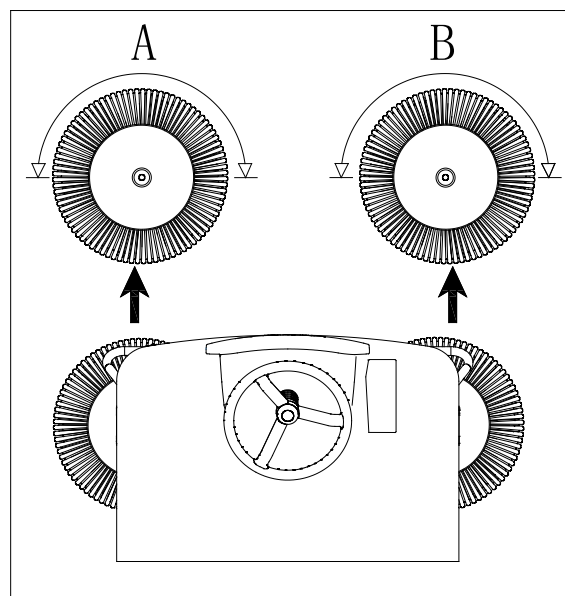
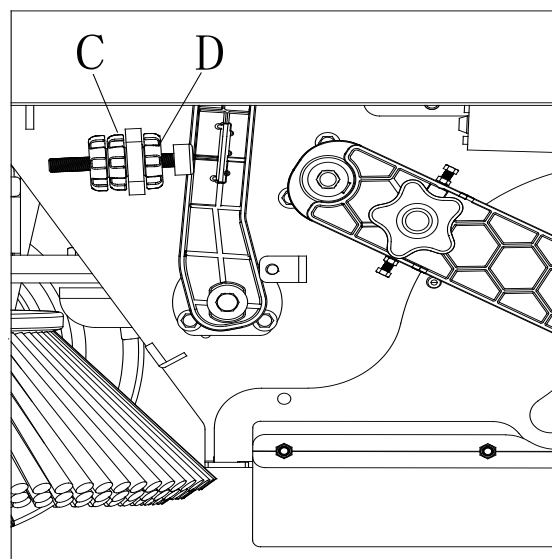

Figura 25
Figura 26
Compruebe si la huella del cepillo lateral (A y B, figura 25) coincide con las especificaciones (A y B, figura 25). Como se muestra.
4. Primero, desenrosque la tuerca de la perilla (D, figura 26), a continuación ajuste la altura del cepillo lateral girando la perilla de ajuste (C, figura 26) hasta que la huella del cepillo lateral coincida con la ilustración (A y B, figura 25). Después del ajuste, apriete la tuerca de la perilla (D, figura 26).